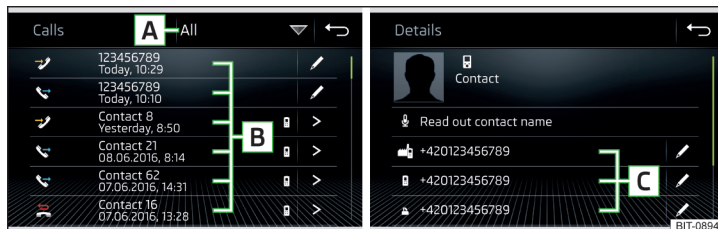

Fig. 207 **Lista de apeluri/Detalii contact**
- În meniul principal *Telefon*, atingeți suprafața de comandă funcții ☞, se afișează o listă de apeluri » **fig. 207**.
- > Afișarea detaliilor contactului » fig. 207